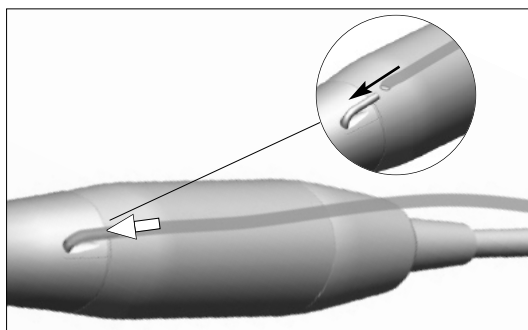

abb. 7
I. Schliessen Sie den Schlauch am Sprayrohr des Hand- oder Winkelstücks an **Abb. 7**.